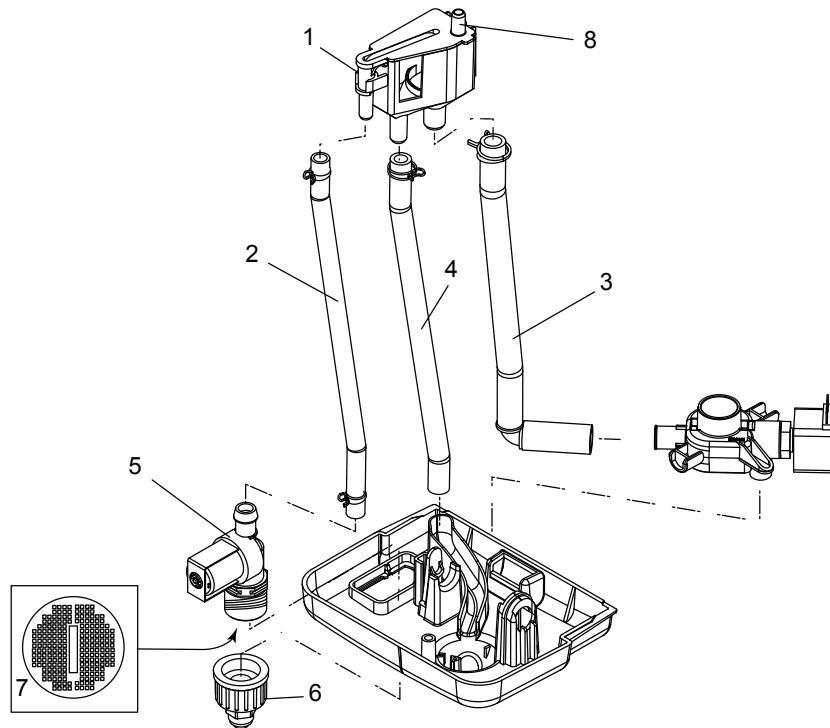

Figure 12 - Composants de la tuyauterie interne
1. (Recommandé) Retirer les tuyaux et colliers de serrage de la coupelle de remplissage. Se reporter à Figure 12 à la page 27.